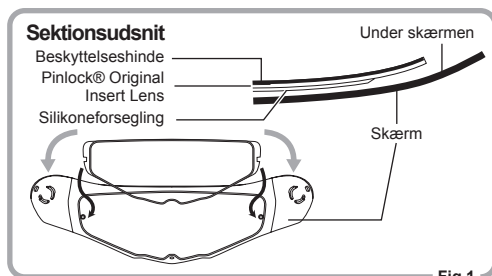

Fig.1
1. Påfør silikoneforseglingssiden af Pinlock® Original Insert Lens på skærmens inderside uden at skrælle beskyttelseshinden af linsen. Påfør samtidig Pinlock® Original Insert Lens på indersiden af skærmen ved at klikke på påsætningsstifterne. (Fig. 1 og 2)